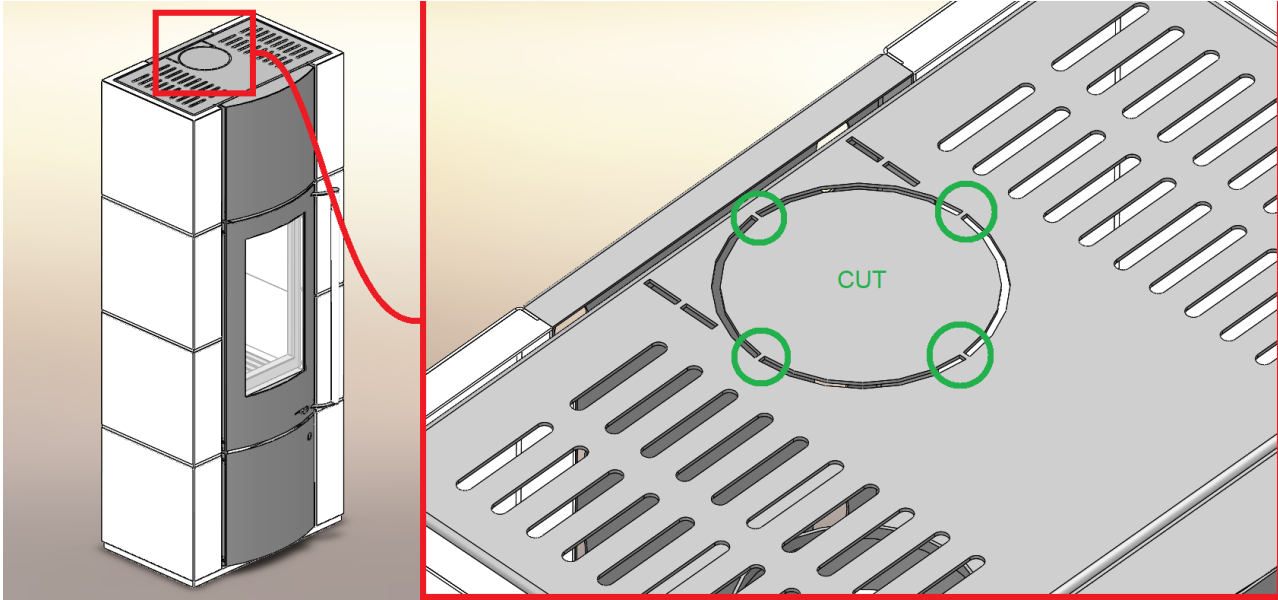

Figure 1 Découpe des micro-connexions
2. Figure 1 Découpe des micro-connexions	Page 5
Toutes les réglementations locales, y compris les normes nationales et européennes, doivent être respectées lors de l'installation de l'appareil. Nous vous recommandons de consulter un ramoneur. Les poêles à bois sont livrés sur palettes et sont prêts à être raccordés par le haut à la cheminée. Avant de raccorder le poêle à la cheminée, le couvercle du conduit de fumée doit être retiré (Figure 1, 2).